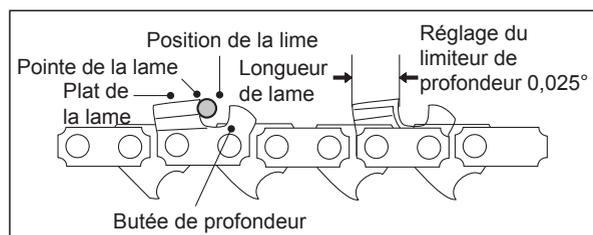

Fig. 41
- > Vérifiez la hauteur des limiteurs de profondeur à l'aide d'un instrument de mesure prévu à cet effet. Ces instruments de mesure sont disponibles dans la plupart des magasins d'outillage (fig. 41).